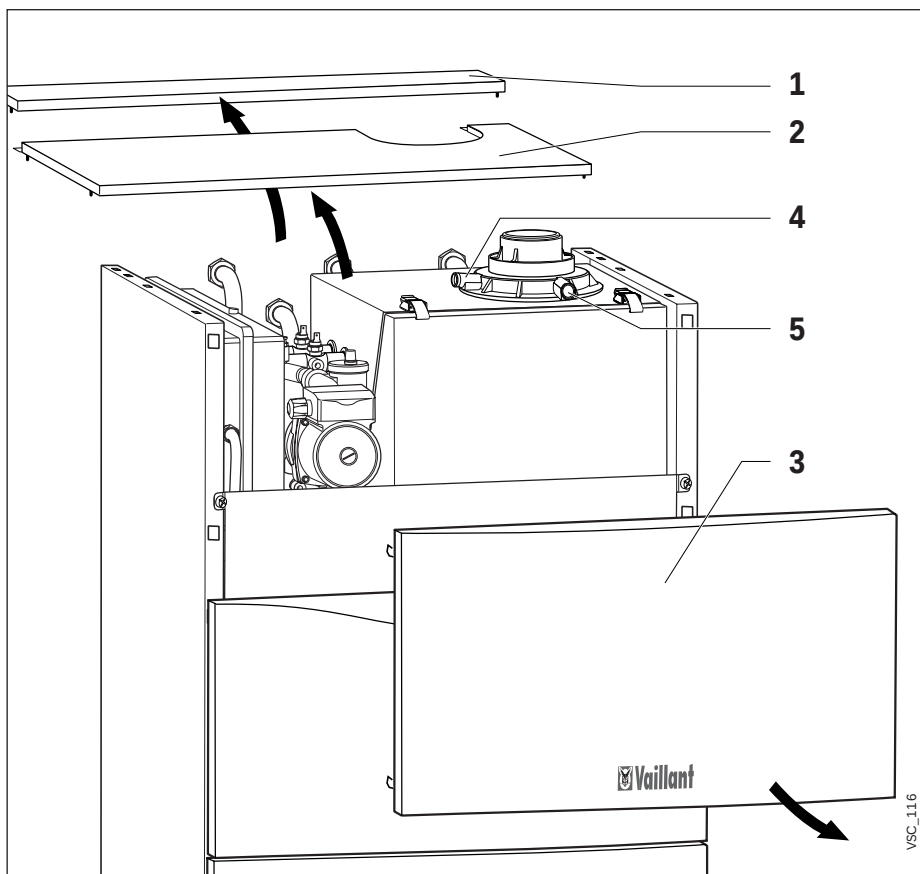

Bild B.17: Mätningar av sotare
- Mät i avgasledningen vid inspektionsröret (5) (bild B.17). Mät i luftledningen vid inspektionsröret (4).